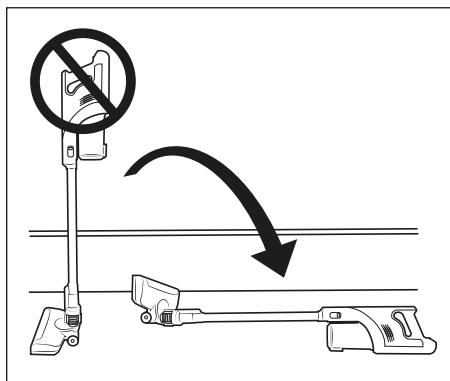

Fig. 9
- ▶ Los orificios de aspiración del aparato y del cepillo para suelos ②, así como el tubo de aspiración ④, deben estar siempre libres y sin obstrucciones. Las obstrucciones provocan el sobrecalentamiento del motor, lo que puede ocasionar daños.
- ▶ Asegúrese siempre de que el filtro HEPA ⑤ esté colocado antes de utilizar el aparato.
- ▶ No deje la aspiradora en posición vertical cuando interrumpa el funcionamiento o quiera dejar de agarrarla, sino colóquela en el soporte mural ⑬ o pósela en el suelo en posición horizontal (consulte la fig. 9 y la 10). De lo contrario, podría caerse y dañarse, así como potencialmente dañar otros objetos con su caída.